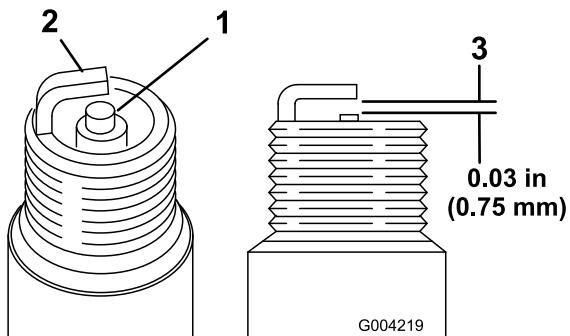

Figura 50
- Veja a parte central de ambas as velas de ignição (Figura 50). Se verificar uma cobertura castanha ou cinzenta no isolante, o motor está a funcionar correctamente. Uma cobertura preta no isolante indica que o filtro de ar está sujo.
2. Verifique a folga entre os eléctrodos central e lateral (Figura 50).
3. Dobre o eléctrodo lateral (Figura 50) se a folga não for a correcta.